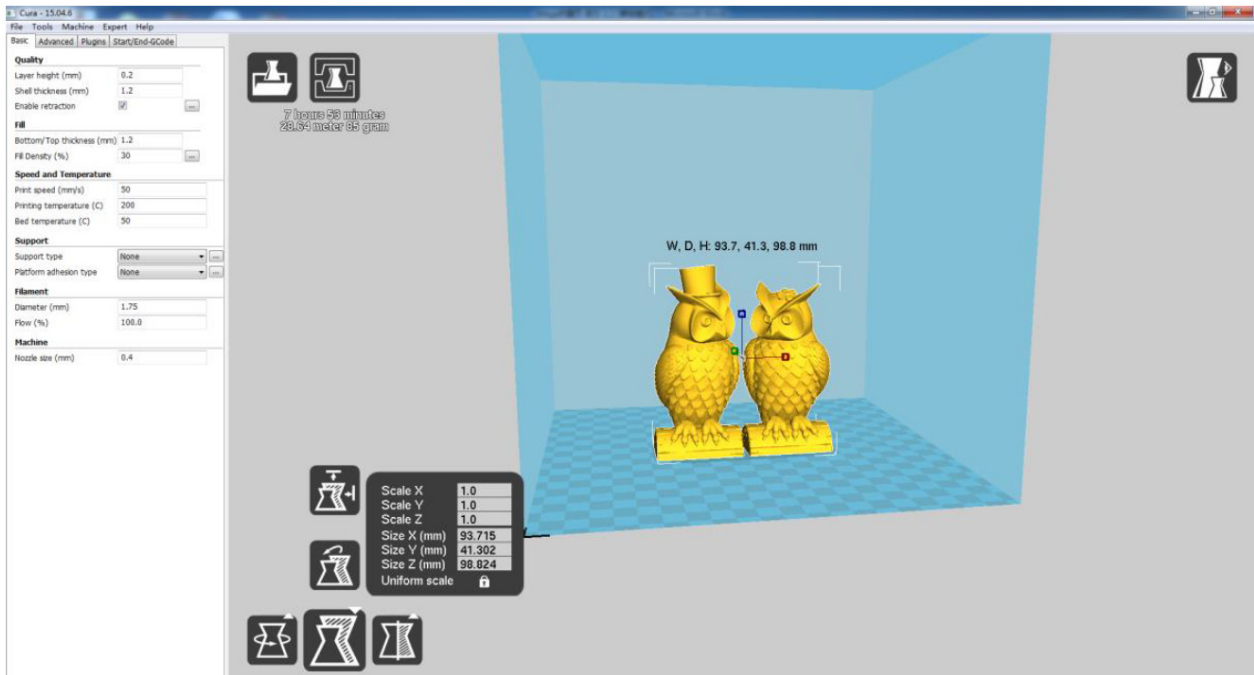

Abbildung 19
(5) **Skalieren:** um das Modell entlang der X / Y / Z-Dimensionen einheitlich zu skalieren. Um die einheitliche Skalierung zu deaktivieren, klicken Sie auf das Schloss im unteren Bereich des Skalierungsfensters. (**Abb. 19**)